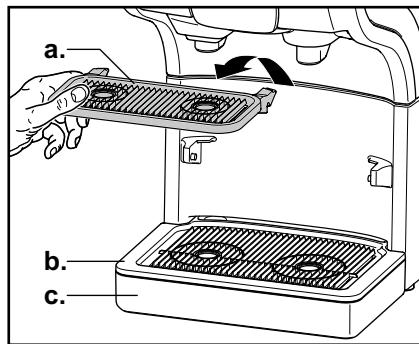

Рис. 49
2. Удалить подставку для чашек (а.), каплесборную решетку (б.) и каплесборный поддон (с.). (Рис. 49)